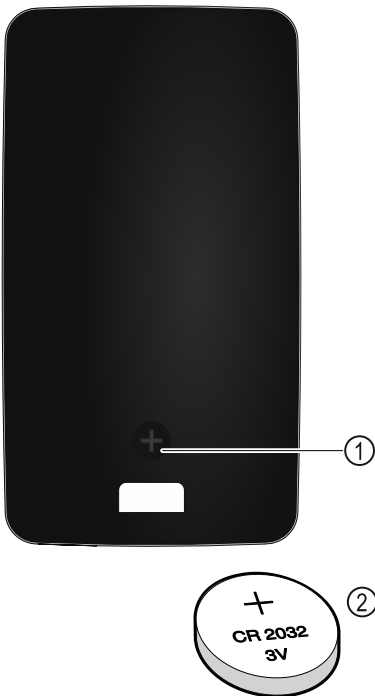

Fig. 230
Nuotolinio valdymo pultui elektros srovė tiekama iš CR 2032 tipo 3V baterijos Fig. 230 (2), kurią galima įsigyti specializuotos prekybos vietose.
- ▶ Išsukite varžtą Fig. 230 (1) galinėje nuotolinio valdymo pulto pusėje.